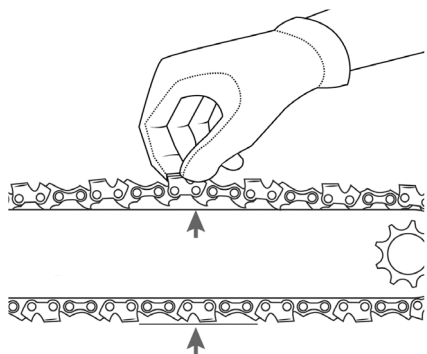

Рис. 4 Проверка натяжения цепи
6. Установите ведущие звенья пильной цепи в пазы звездочки. Вращая колесо накладке шины по часовой стрелке натяните цепь так, чтобы устранить ее провисание (Рис. 4).
Проверьте натяжение цепи, потянув пильную цепь от направляющей шины. Цепь должна плотно прилегать к нижней части шины без провисания, на середине верхней части шины цепь должна выходить из направляющего паза примерно на высоту звена (Рис. 4).